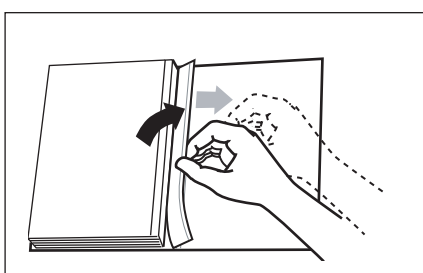

ABBILDUNG 24
11. Drehen Sie das Buch um und entfernen Sie nach Öffnen des Buches auch hier das restliche Trennpapier (siehe Abbildung 24).